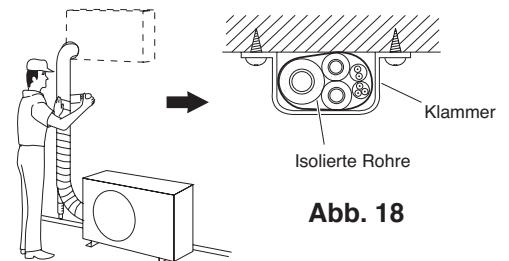

Abb. 18
- Wickeln Sie das verstärkte Band von der untersten Stelle des Außengerätes bis zu der Stelle, wo es in die Wand eintritt. Überlappen Sie beim Einwickeln des Rohres jeweils eine halbe Bandbreite. (Abb. 18)